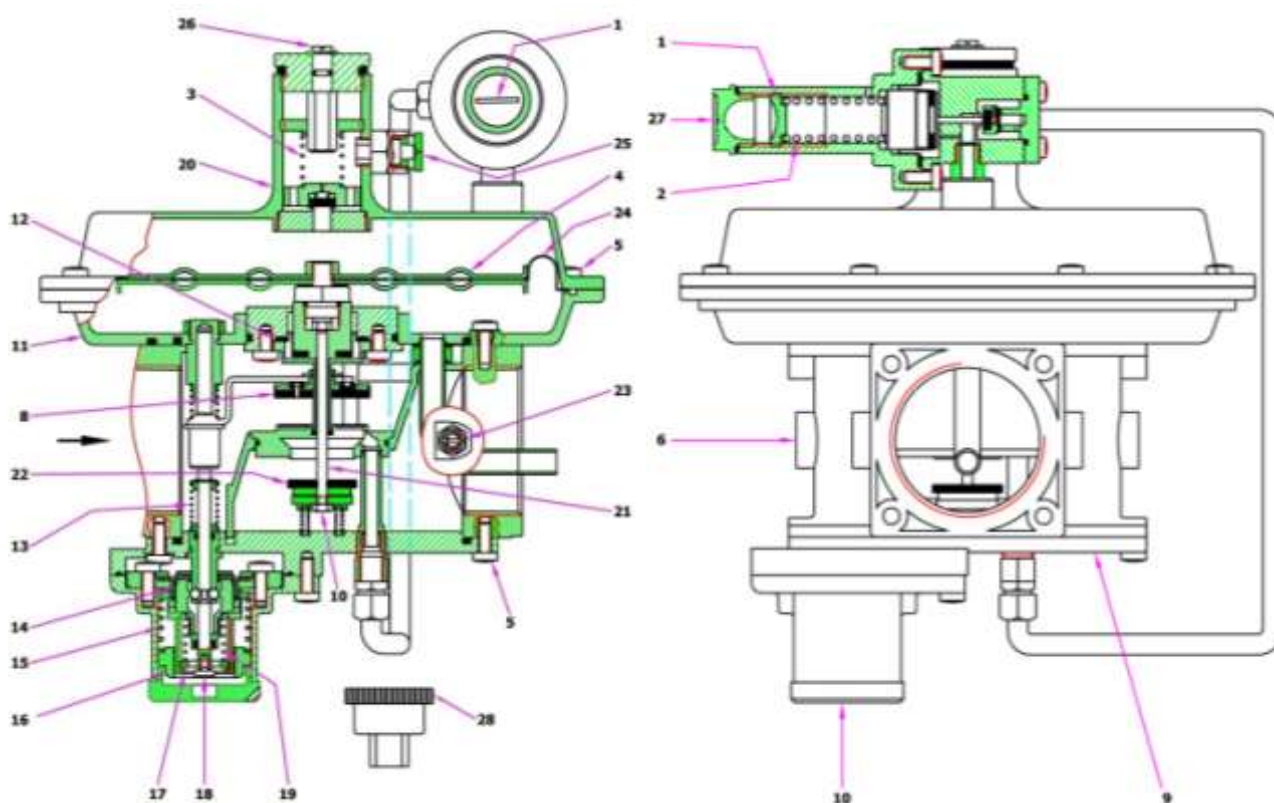

Рис.2
Регулятор (рис. 2) состоит из: защитный колпачок (регулятор) (1); регулировочный винт выходного давления (2); пружина настройки выходного давления (3); импульсная трубка выходного газопровода (4); корпус (5); рабочий клапан (6); винты фиксации нижней панели (7); уплотнительное кольцо (8); нижняя панель (9); гайка фиксирующая рабочий клапан (10); седло (11); штуцер измерения давления на выходе (12); отсечной клапан (13); компенсационная мембрана (14); диск мембраны (15); рабочая мембрана (16); пружина сбросного клапана (17); сбросной патрубок G 3/4" (18); винт настройки сбросного клапана (19); раструб (20); кран (21); пружина настройки отсечного клапана по избыточному давлению (22); защитный колпачок отсечного клапана (23); регулировочный винт отсечного клапана по избыточному давлению (24); рычаг взвода отсечного клапана (25); винт настройки отсечного клапана по недостаточному давлению (26); пружина настройки отсечного клапана по недостаточному давлению (27); кнопка байпаса (28); ключ для настройки (29).